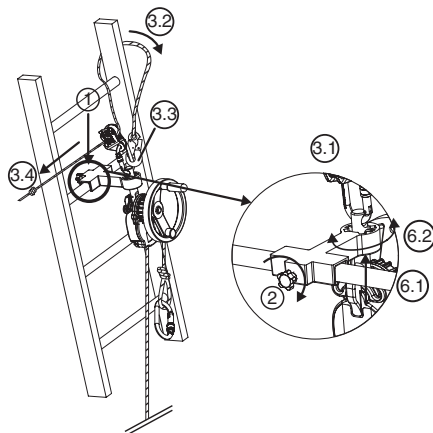

Fig. 7
6.3.3. Aparelho derope™ UP K (Fig. 7)
1. Instalar o pequeno suporte de apoio na barra da escada na posição necessária para efectuar a operação de salvamento, acima da pessoa a evacuar (Fig. 7, 1).
2. Apertar o eixo de bloqueio que se encontra na traseira do suporte de apoio com o botão de aperto (Fig. 7, 2).
- Fixar o mosquetão do dispositivo de ajuste LCM 05 no furo do cimo do eixo de amarração (Fig. 7, 3.1).
- Passar a linga de segurança em volta da barra da escada situada acima do suporte e contornando um dos montantes da escada (Fig. 7, 3.2).
- Ligar o mosquetão da linga de segurança no mosquetão do dispositivo de ajuste LCM 05 (Fig. 7, 3.3).
- Esticar a linga de segurança puxando pelo troço livre (Fig. 7, 3.4).
6. Orientar o aparelho derope™ conforme a necessidade, modificando a posição do eixo de amarração no dispositivo de indexação (Fig. 7, 6.1 – 6.2).